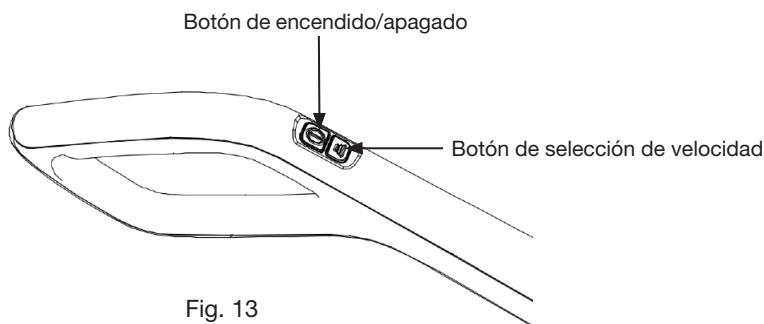

Fig. 13
1. Presione una vez el botón de encendido/apagado de la empuñadura (Fig. 13). Por defecto arranca a alta velocidad y el indicador de carga se ilumina en azul.
2. Pulse el botón de selección de velocidad para cambiar a velocidad baja (Fig. 13). Pulse este botón de nuevo para cambiar a velocidad alta. Tiene una autonomía de 60 minutos a velocidad baja y 30 minutos a velocidad alta.